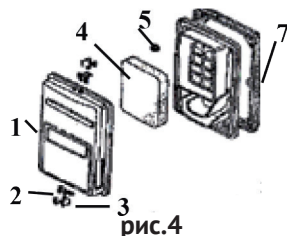

рис.4
- открыв две защёлки (рис.4 поз.3), снимите крышку воздушного фильтра (рис.4 поз.1);
- извлеките и осмотрите поролоновый воздушный фильтр (рис.4 поз.4);